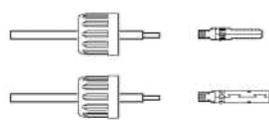

Figura 3.19 Inserte el cable en la tuerca ciega del conector y la clavija de contacto
2. Inserte el cable en la tuerca ciega del conector y la clavija de contacto. (vea la Figura 3.19).